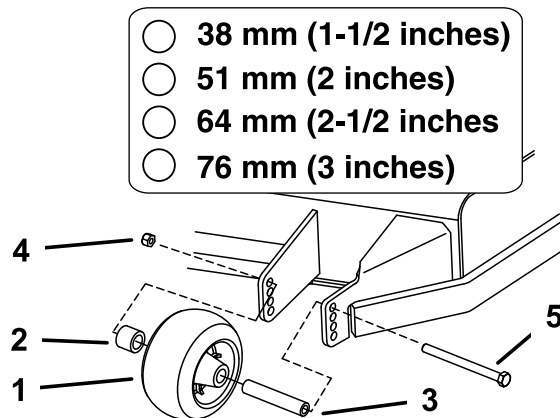

Figure 20
- N'oubliez pas d'installer les entretoises et les bagues (Figure 20).